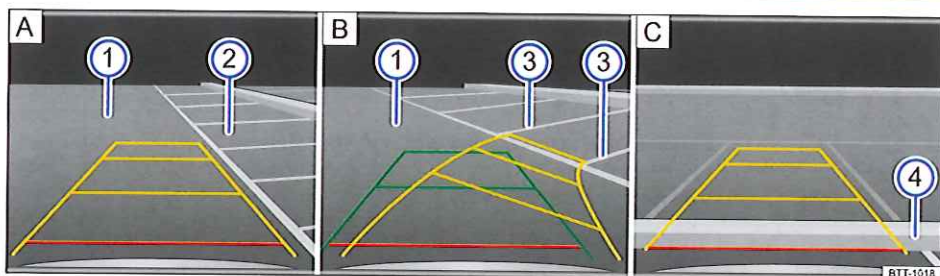

Fig. 162 Affichage sur l'écran de l'autoradio ou du système de navigation : stationnement avec la caméra de recul, mode 1.
Légende concernant le schéma de principe fig. 162 :
| 2. | Positionnez le véhicule devant la place de stationnement ② → fig. 162 A. |